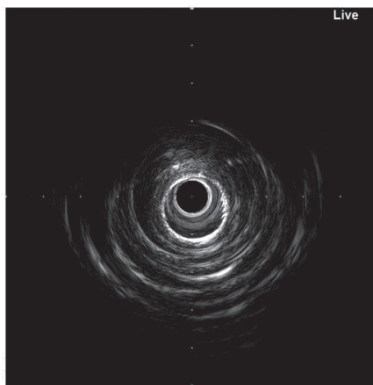

図7 確認画像の例
- (3) ヘパリン加生理食塩液を浸した清浄綿等で本品及びガイドワイヤを拭き、十分ぬらし、潤滑性が発現していることを確認する。ガイドワイヤを本品の第1ガイドワイヤルーメンに通してから第2ガイドワイヤルーメンに通す。続いて、ガイドワイヤに追従させて本品をガイディングカテーテル内に挿入する。ガイディングカテーテル内で挿入を一時停止し、専用装置の「Scan」ボタンを押して、スキャナ部のモータを作動させ、モニタ上に画像が得られることを確認する(図7)。画像確認後、専用装置の「Scan」ボタンを押して、スキャナ部のモータを停止させ、本品の挿入を再開する。本品につけられた90cmと100cmの深度マーカーは挿入する際の目安になる。なお、画像が得られない、若しくは画像が不鮮明・不安定、又は振動・異音が発生する場合は、スキャナ部との接続を確認し、ヘパリン加生理食塩液をフラッシュポートから適宜注入する。改善がみられない場合は、使用を中止し、新しいカテーテルに交換すること。